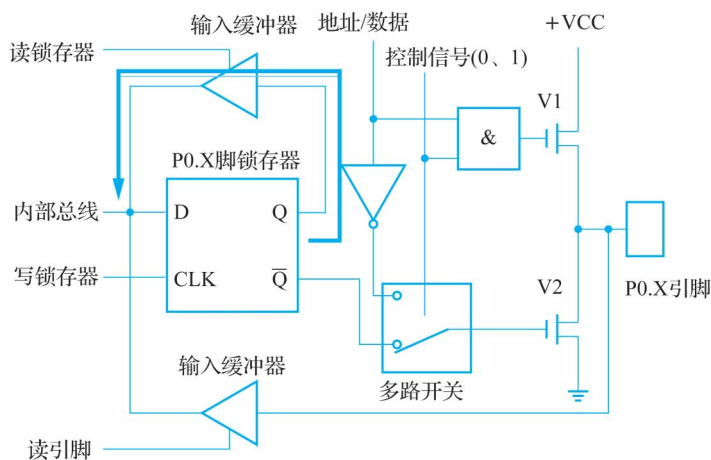

图 1-16 P0 口读锁存器时的流程图
(2) P0 读锁存器。读锁存器时, 通过打开读锁存器三态缓冲器读取锁存器输出端 Q 的状态, 如图 1-16 所示(粗线箭头)。